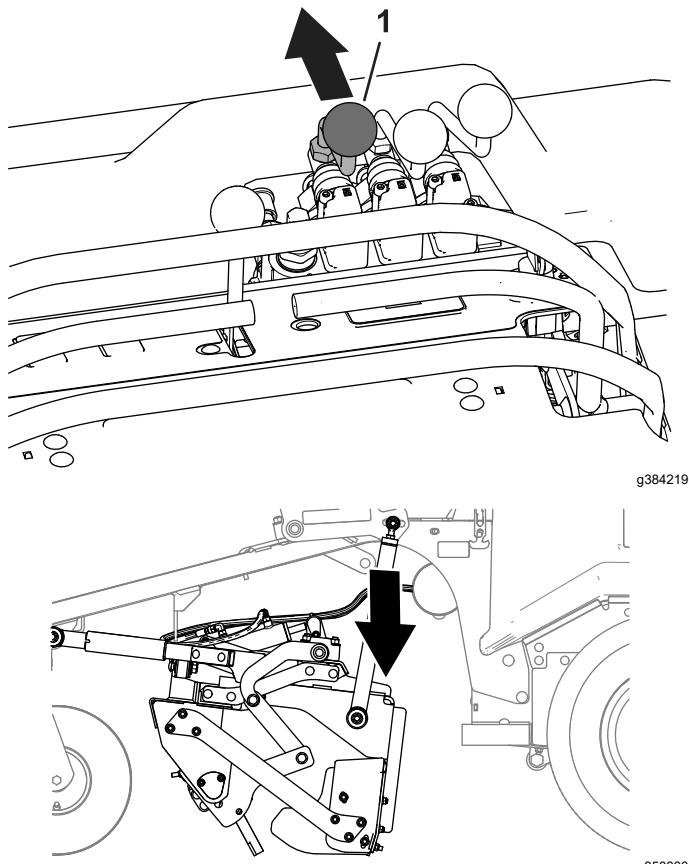

Figure 32
3. Moteur en marche, poussez la commande de levage de l'accessoire ventral en avant pour baisser l'accessoire (Figure 32).